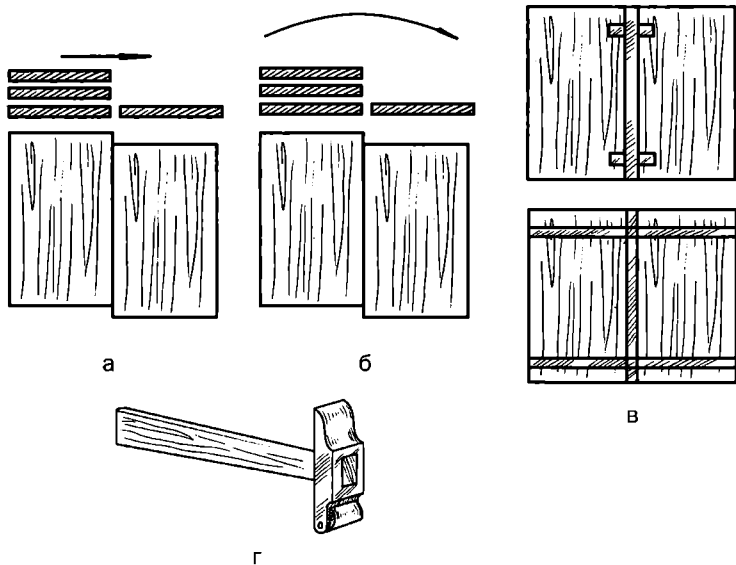

Рис. 73. Этапы выполнения простого набора и используемый инструмент: а — сдвигание; б — разворачивание; в — фиксация клеевой лентой; г — молоточек
3. При подборе фиксируйте ленты шпона клеевой лентой, прикатывая его особым молоточком, оснащенным вращающимся рифленным валиком. Порядок всей операции представлен на рис. 73. Она изготавливается из бумаги весом не более 45 г/м², на одну сторону которой нанесен клеевой состав из жидкого глиинового клея и глицерина (3 : 1). После высыхания ее нужно нарезать полосами шириной 15–20 мм, а перед приклеиванием следует смочить обычной водой.